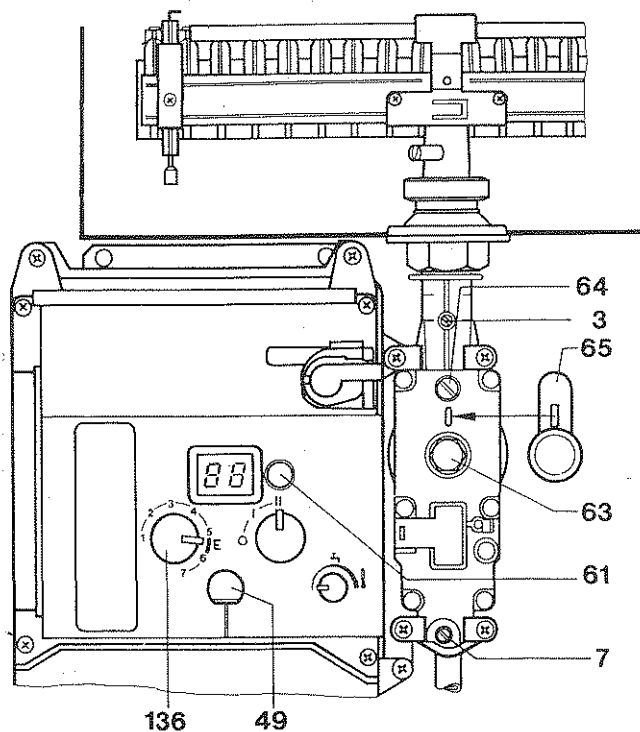

Fig. 34 Gasarmatur CE 426 for naturgas og F-gas
1. Den plombe over de afdækning 65, fig. 34 og 35 over begge gasindstillingsskruer aftages.